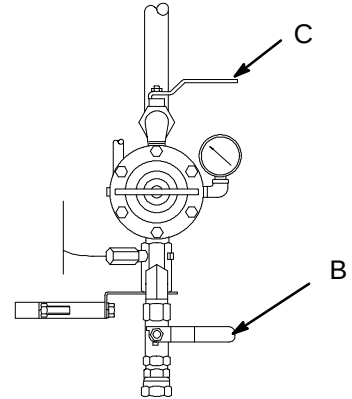
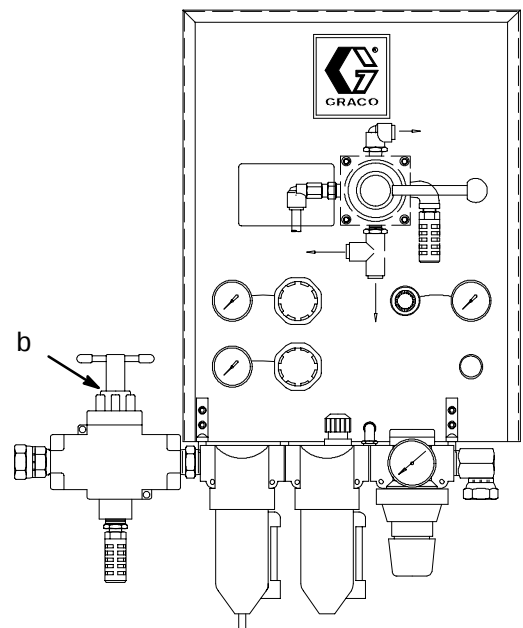

Fig. 5
Fig. 6
1. Arrêter la pompe en fermant la vanne d'air principale de type purgeur de la pompe la plus proche de l'entrée d'air du moteur (C) sur la Fig. 5.
2. Arrêter le mouvement de l'élévateur (Fig. 5 ou Fig. 6):
- a. En fermant la vanne d'air principal accessoire ((B) ou (b)):
- Vanne d'air principale accessoire de type purgeur ((B) sur la Fig. 5) pour un module de régulation d'air à 3 régulateurs
- Vanne d'air principale d'isolement de type purgeur ((b) sur la Fig. 6) pour un module de régulation d'air à 4 régulateurs